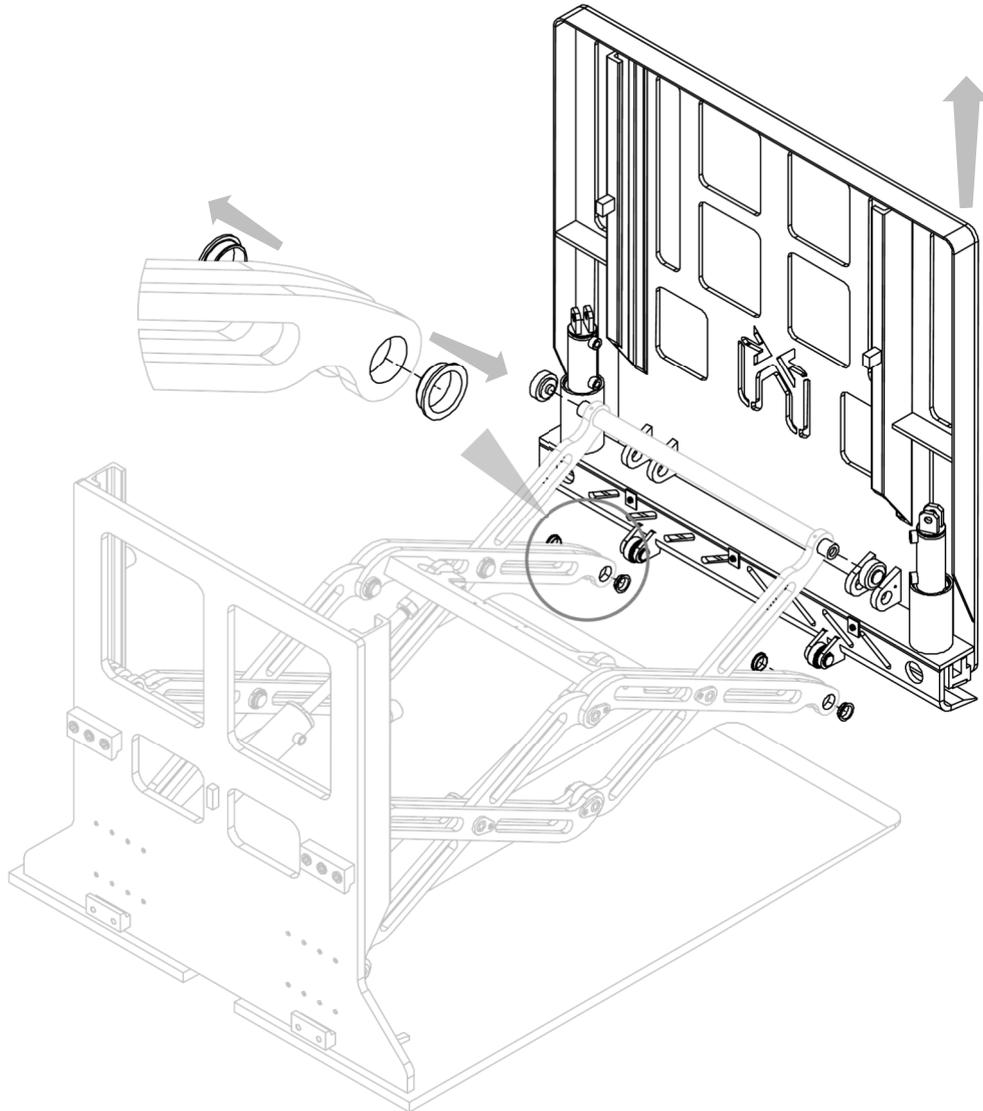

Figure 19
3. Retirer la cloison frontale (avec sa structure porte-lame). À ce stade, il suffit de la retirer par le haut, car elle est liée à l'équipement uniquement par les roulements de la paire de bras indiquée dans la *Figure 19*.